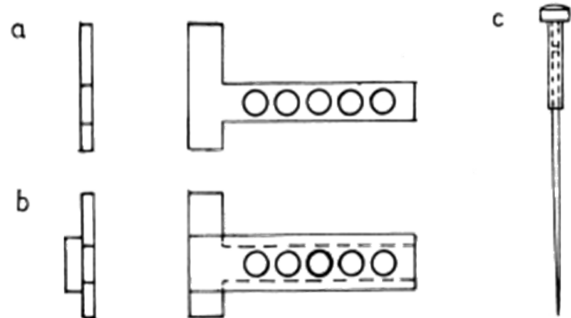

Abb. 7: a) Schablone für 0,8er-Bohrer und größer;
- a. Anbohren mit einer minutiösen Bohrschablone. Die Grenze nach unten dürfte für eine einfache Blechschablone bei der hier angenommenen Schlitzbreite von 1,2 mit einer Bohrung von 0,8 mm liegen. Bei einer verstärkten Version gibt es nach unten keine Grenze. (Abb. 7)